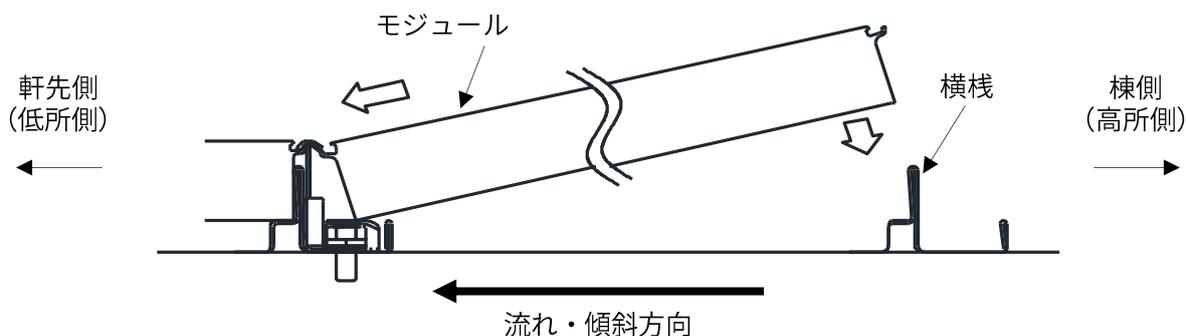
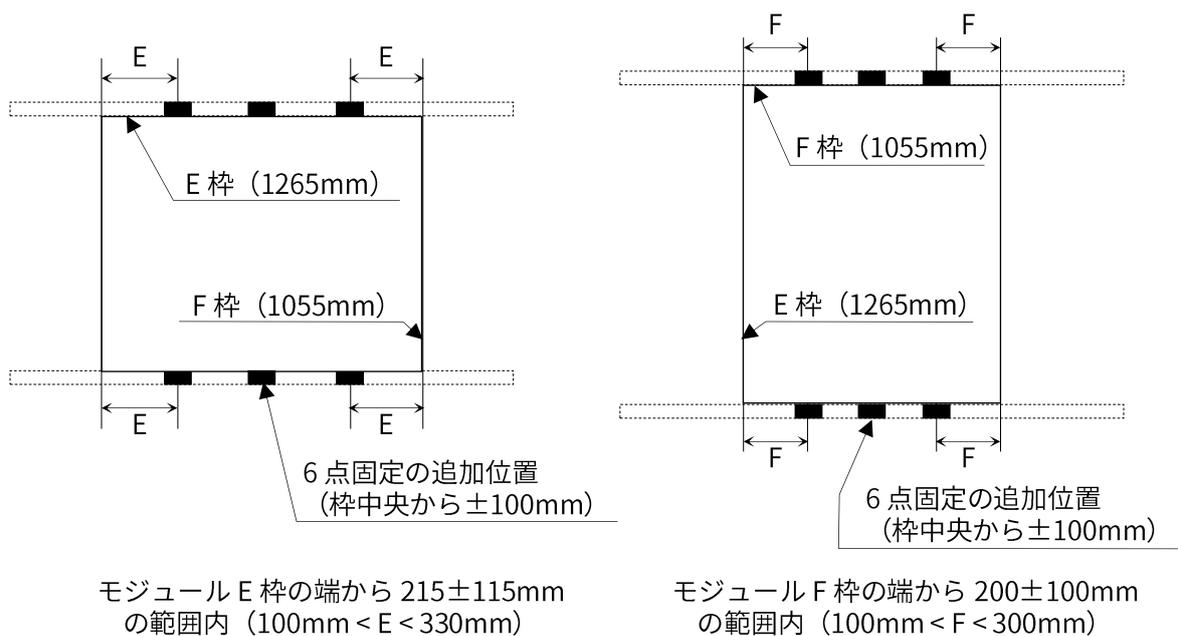

図 3-1. YS II 工法 モジュール固定図
図 3-4. 固定範囲
図 3-1 に示すように、モジュール枠側面にある L 字の引っ掛け部分（溝）を使って固定する方法です。弊社指定の専用固定金具を枠側面の溝に引っ掛け、その専用固定金具を M8 ボルトにて横棧へ固定します。また、軒先側については、軒先カバーを同様に固定します。4 点固定の場合は、専用固定金具の固定位置は図 3-4, 3-5 に示すように、固定する枠ごとに 2 ヶ所、モジュール全体で 4 ヶ所を固定し、モジュール端より E 枠の $215 \pm 115\text{mm}$ ・ F 枠の $200 \pm 100\text{mm}$ の範囲で固定してください。固定点を追加する場合は、図 3-4, 3-5 に示すように 6 ヶ所で固定することもできます。
④一番棟側で、モジュール押え金具にタッピングトラス M4×6 でアース接続してください（図 3-4 参照）。
太陽電池モジュールE枠（図3-4参照）のアース用ネジ穴にアース線をタッピングトラス M4×6 で取付けてください。